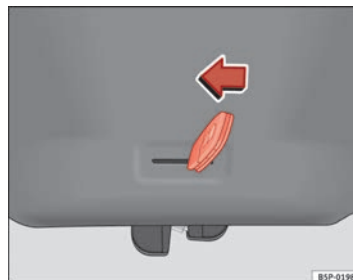

Abb. 50 Heckklappe:
- Den Schlüsselbart in den Schlitz stecken und das Verriegelungssystem entriegeln, indem der Schlüssel von rechts nach links in Richtung Pfeil bewegt wird → Abb. 50.